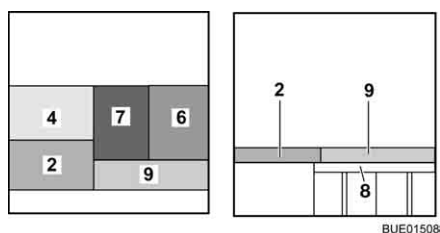

Fig. 145 Après la transformation
- Placer le coussin d'assise (Fig. 145,7) au centre.
- Placer le coussin de dossier (Fig. 145,6) entre le coussin d'assise (Fig. 145,7) et la cloison.
- Placer le coussin supplémentaire (Fig. 145,9) sur la rallonge latérale de lit.
- Placer le coussin de dossier (Fig. 145,6) entre le coussin d'assise et la cloison.